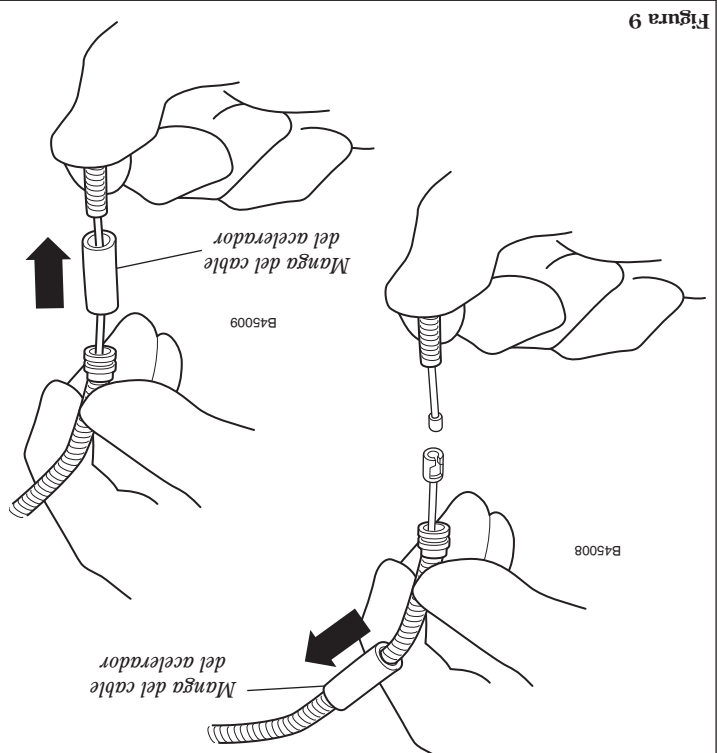

Figura 9
5. Centre la manga del cable del acelerador sobre el empalme de los cables y coloque el ensamblado en el cable conector del acelerador. Ver figura 9, 10.
6. Cierre el cable conector del acelerador presionando con la mano. Ver la figura 9.
9. Cierre el cable conector del acelerador presionando con la mano. Ver la figura 9.